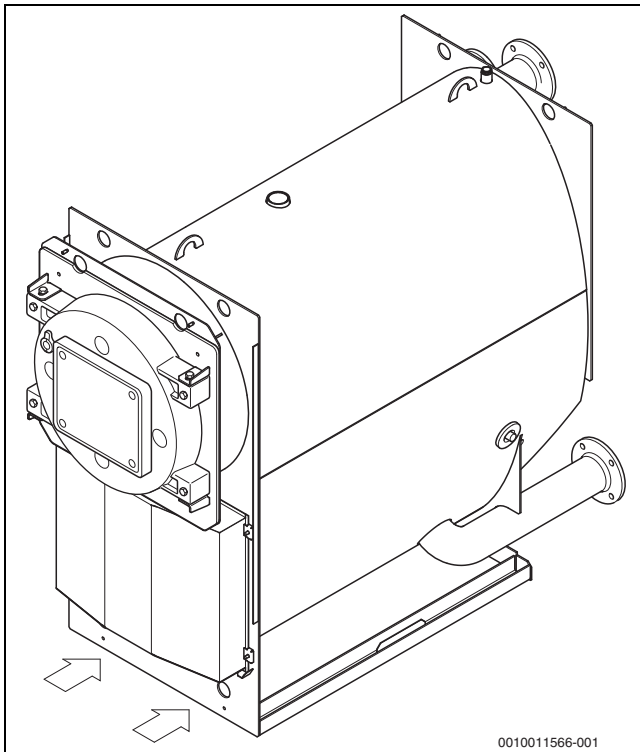

Bild 5 Kessel mit Gabelstapler transportieren
- ▶ Gabel des Gabelstaplers unter die Kesselvorder- und Kesselrückwand führen (→ Bild 5, Seite 13). Kessel langsam mit dem Gabelstapler anheben.